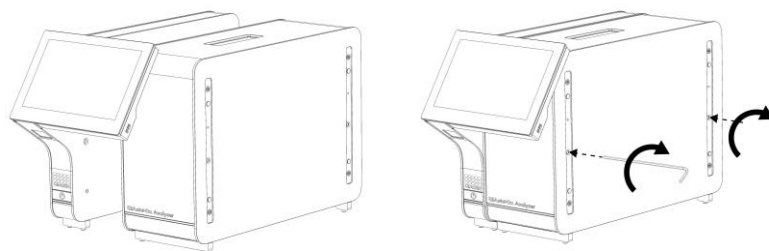

Figura 6. Atașarea modulului operațional pe modulul analitic.
3. Scoateți Modulul operațional din cutie și atașați-l pe partea stângă a Modulului analitic. Strângeți șuruburile folosind instrumentul de asamblare modul analitic-operațional, livrat împreună cu QIAstat-Dx Analyzer 1.0 (Figura 6).